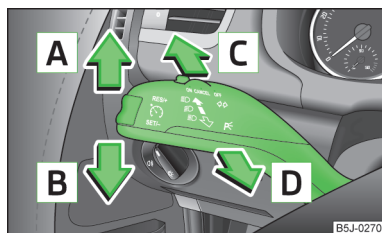

Fig. 25
- Tirez le levier du clignotant » fig. 25 à la page 46 vers le volant et poussez-le simultanément vers le bas, puis maintenez-le dans cette position.
- Tirez le levier du clignotant » fig. 25 à la page 46 vers le volant et poussez-le simultanément vers le haut, puis maintenez-le dans cette position.
**Positions de la manette de commande » fig. 25**
- Poussez la manette de commande » fig. 25 à la page 46 vers le haut ou le bas – le feu de position côté droit ou gauche du véhicule s'allume.